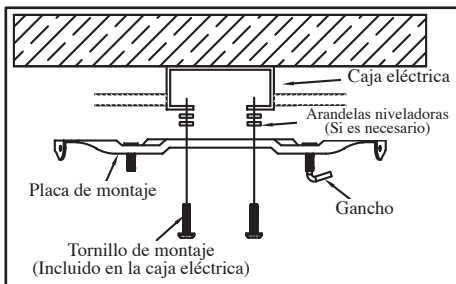

Figura 4
1. Fija la placa de montaje firmemente en la caja eléctrica usando los dos tornillos de la misma (Figura 4). Saca los cables negro, blanco y a tierra fuera de la caja eléctrica y pásalos a través del orificio en la placa de montaje, y colócalos a un costado.
ASEGÚRATE DE QUE LA PLACA DE MONTAJE ESTÉ NIVELADA PARA GARANTIZAR UN MEJOR RENDIMIENTO DEL VENTILADOR. PUEDEN NECESITARSE ARANDELAS ADICIONALES (NO INCLUIDAS) INSERTADAS ENTRE LA CAJA ELÉCTRICA Y LA PLACA DE MONTAJE (FIGURA 4).